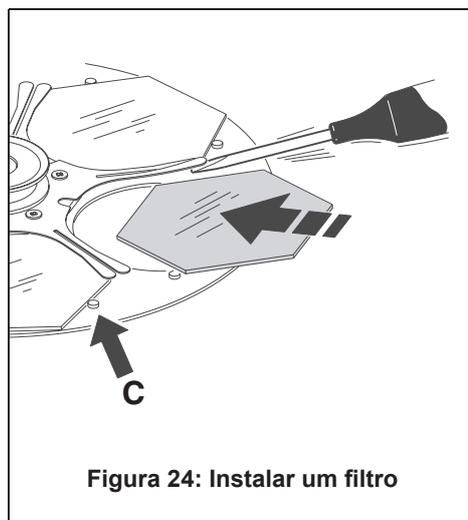

Figura 24: Instalar um filtro
5. Para instalar um filtro, eleve os lados do suporte do filtro e deslize o filtro novo no local da roda de cores. Certifique-se de que ele é mantido seguramente fixo pelos parafusos de fixação (C na Figura 24).